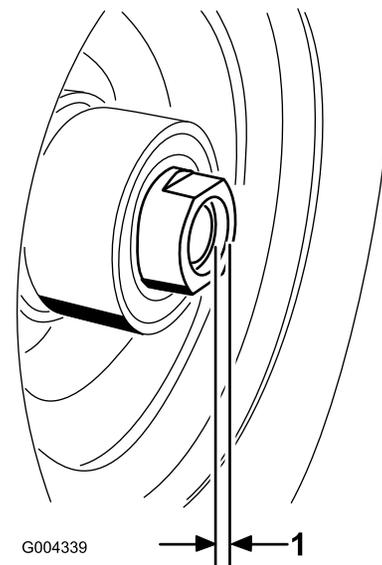

Figura 29
- Si se retiraron ambas tuercas espaciadoras del eje, aplique adhesivo sellador de roscas a la tuerca espaciadora. Instale las tuercas espaciadoras en el eje dejando que sobresalgan 3 mm del eje (Figura 29).
- Apriete la tuerca espaciadora a 8-9 Nm, luego aflójela y apriételo de nuevo a 2-3 Nm. Asegúrese de que el eje no sobresale de ninguna de las tuercas (Figura 29).